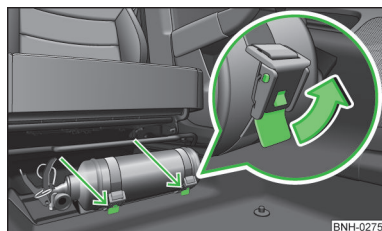

Fig. 126
- Aflojar ambas correas tirando de los seguros respectivos en la dirección de la flecha » fig. 126.